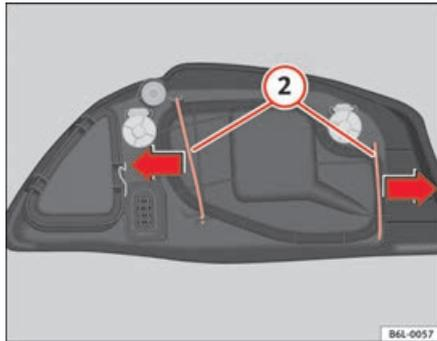

Fig. 153 Lampe feu de route
- Déplacez les tirants (2) ⇒ fig. 153 vers l'extérieur, dans le sens de la flèche puis retirez le cache.
- Placer le cache en plastique et les tirants (2) ⇒ fig. 153.